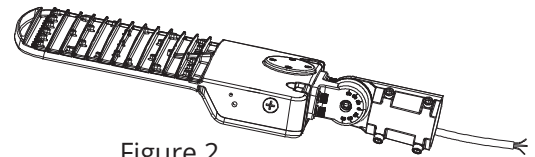

Figure 2
**4** Vissez les deux pièces de l'adaptateur d'emboîtement, puis réglez l'angle, au besoin. (Figure 2)
**3** Fixez l'autre pièce de l'adaptateur d'emboîtement séparée à l'étape 2 au luminaire à l'aide de la quincaillerie fournie, puis faites passer le cordon dans l'autre moitié de l'adaptateur d'emboîtement. (Figure 2)